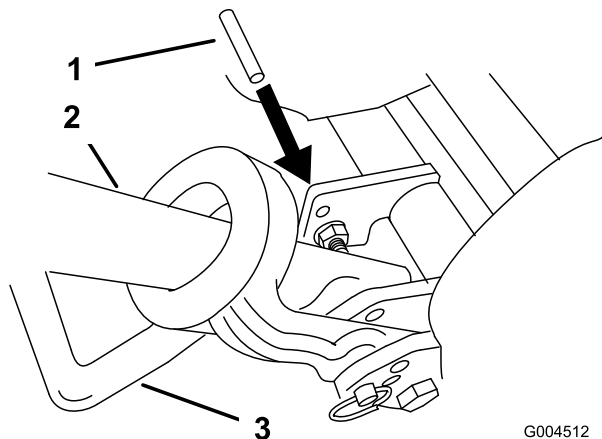

図 13
2. キック・スタンドを立てる。キック・スタンド取り付けボルトの上にあるフレームの穴に、6 mm 径のピン（図 13）を差し込む。